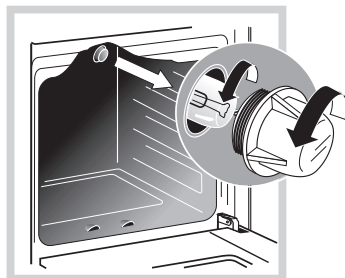

Рис.19
- Открутите стеклянный плафон (рис. 19)